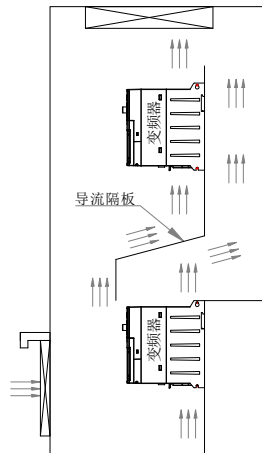

图 3-2 多台变频器的安装示意图
- (3) 多台变频器采用上下安装时，中间应用导流隔板如图 3-2 所示。